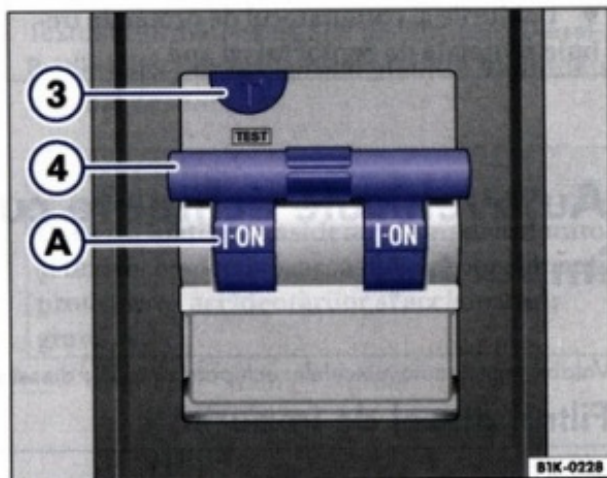

Fig. 5 Comutator de siguranță pentru preîncălzirea motorului
Pe cablul de legătură, este montat un comutator de protecție ⇒ fig. 5, într-o cutie. Comutatorul se declanșează când se înregistrează o tensiune de contact periculoasă.
- Apăsați tasta ⇒ fig. 5 ③ (TEST), până la declanșarea comutatorului. Pe afișajul ④ apare 0-OFF. Comutatorul nu este pregătit pentru funcționare.
- Trageți maneta ④ în sus până se fixează. Pe afișajul ④ apare I-ON. Comutatorul este pregătit pentru funcționare.